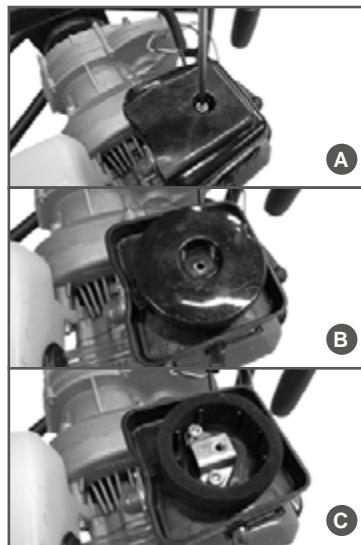

Рис. 13 Обслуживание воздушного фильтра
смеси. Для предотвращения неисправностей двигателя надо осуществлять регулярное обслуживание воздушного фильтра (Рис.13). При работе в условиях повышенной запыленности необходимо чаще обслуживать воздушный фильтр.
1. Открутите винт и снимите крышку воздушного фильтра (Рис. 13А).
2. Снимите внутреннюю крышку фильтра (Рис. 13В).
3. Извлеките воздушный фильтр из корпуса (Рис. 13С) и проверьте его на отсутствие повреждений.